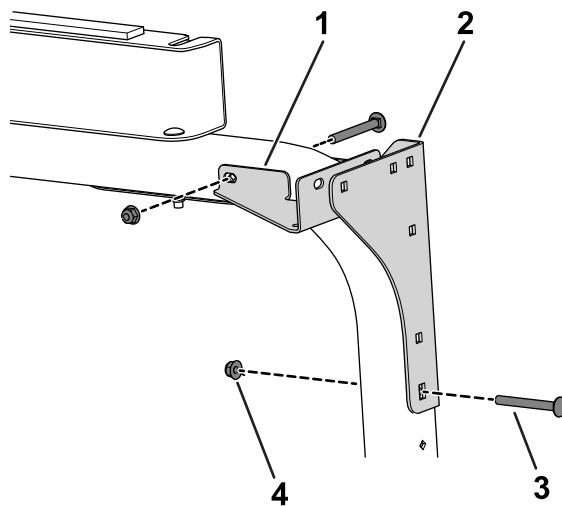

Рисунок 28
6. Используйте 4 каретных болта (5/16 x 2-3/4 дюйма) и 4 гайки (5/16 дюйма) для крепления задних монтажных кронштейнов и задних угловых вставок к защитной дуге (Рисунок 28).